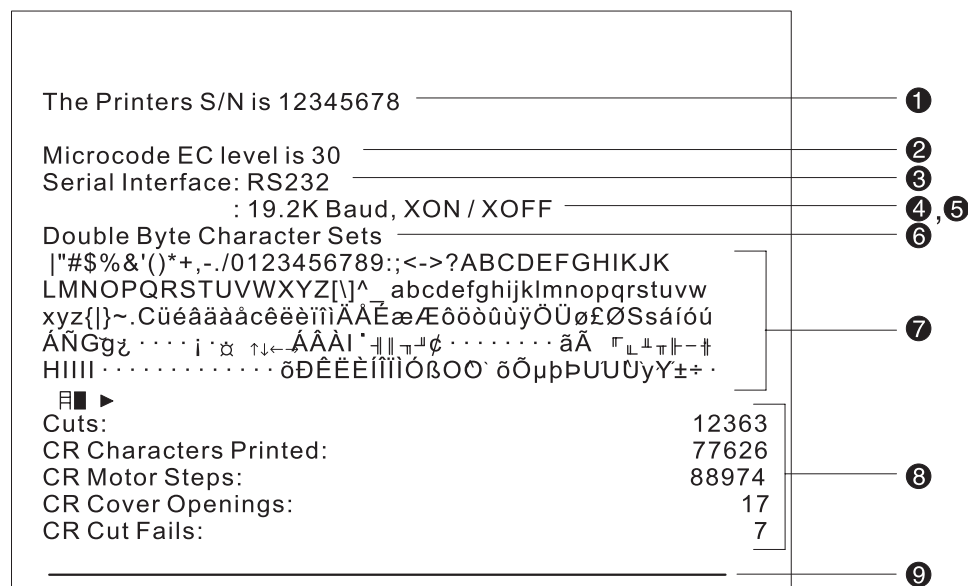

图 30. 脱机打印机测试方式 (型号 TF7 和 TM7)
5. 请参阅第 65 页的图 30 并根据所使用的型号及配置, 检查打印机是否正常打印:
如果您所打印的测试方式中未能打印出在第 65 页的图 30 中出现的任何字符, 或者未能打印出实线, 请参阅第 66 页的表 5。